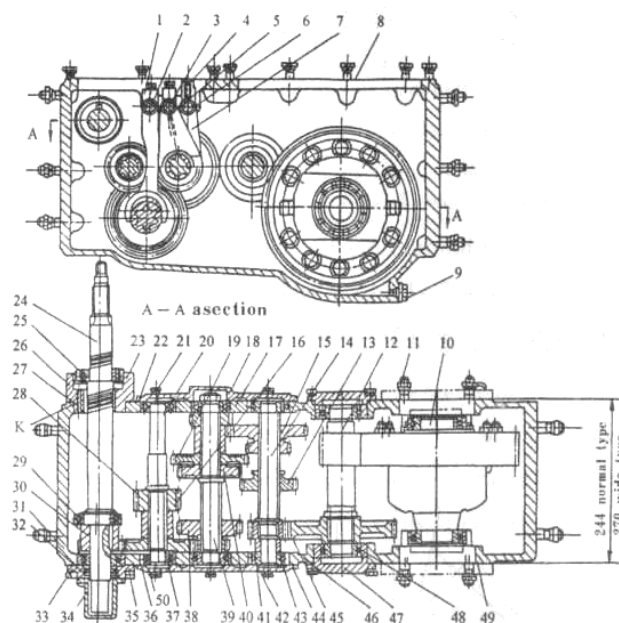
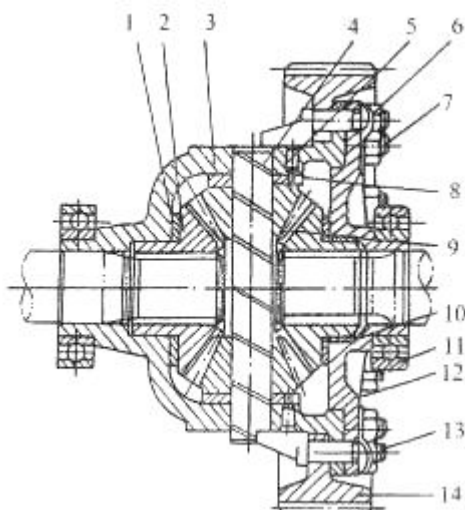
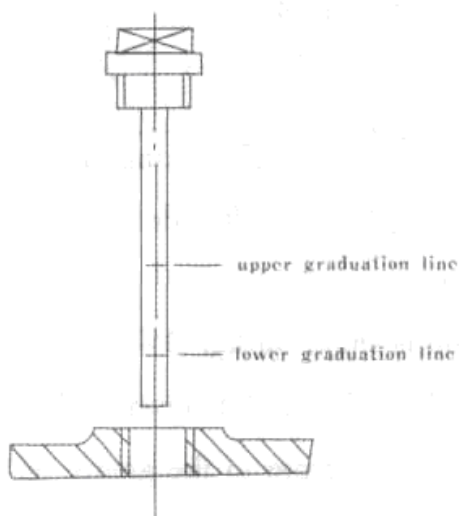

Рис. 3-4 Коробка передач
Рис. 3-6 Дифференциал
Рис. 3-9. Щуп коробки передач.
Данная коробка передач состоит из переключателя передач, редуктора, дифференциала и механизма управления. В коробке передач находится 6 валов, расположенных перпендикулярно. (рис. 3-4)
Дифференциал (рис. 3-6) поддерживается на корпусе коробке передач двумя подшипниками (6210) с глубокими пазами в трубку полуоси.
Шестерни, подшипники и другие движущиеся детали смазаны разбрызгиваемой смазкой. Слишком низкий уровень масла снизит эффект смазывания. Слишком высокий уровень масла увеличит сопротивление среды и приведет к повышению температуры масла. Нормальный уровень масла должен быть в пределах двух уровней на щупе (рис. 3-9). На первом вале имеется масляный шлиц головке на двух сторонах правого конца подшипника (рис. 3-4), чтобы не допустить вытекание масла из вала. Масло выталкивается шлицом головки обратно в коробку передач через возвратное отверстие К. Масло циркулирует постоянно во время работы, чтобы производить смазку подшипников.
- (1) Зазор шестерни первого вала выставляется при помощи изменения толщины картонной прокладки 23 или 33 (рис. 3-4); зазор шестерни V вала выставляется при помощи изменения толщины картонной прокладки 46.
- (2) Зазор шестерни II, III, IV валов выставляется при помощи изменения (или замены) толщины втулок 16 и 43;
- (3) Зазор шестерни дифференциала регулируется при помощи изменения толщины картонной прокладки 49. Зазор планетарной шестерни дифференциала 9 и шестерни полуоси 2 регулируется при помощи изменения (или замены) толщины прокладки 8 и втулки 10 (см. рис. 3-6). Зазор нового трактора отрегулирован правильно.